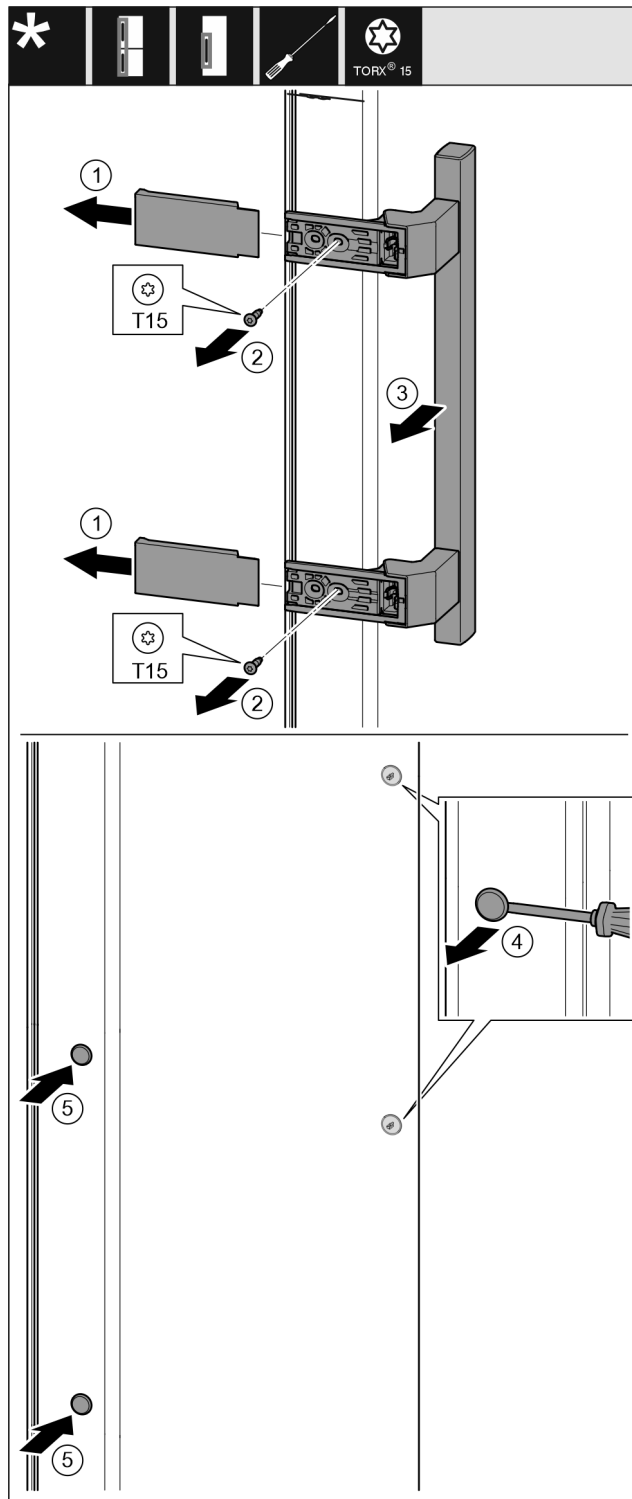

Fig. 18
- ▶ Húzza le a fedelet. Fig. 18 (1)
- ▶ Csavarja ki a csavarokat a Torx 15 csavarhúzóval. Fig. 18 (2)
- ▶ Vegye le a fogantyút. Fig. 18 (3)
- ▶ Óvatosan emelje meg az oldalsó dugókat egy lapos csavarhúzóval, és húzza ki őket. Fig. 18 (4)
- ▶ Helyezze be a dugókat a másik oldalon. Fig. 18 (5)